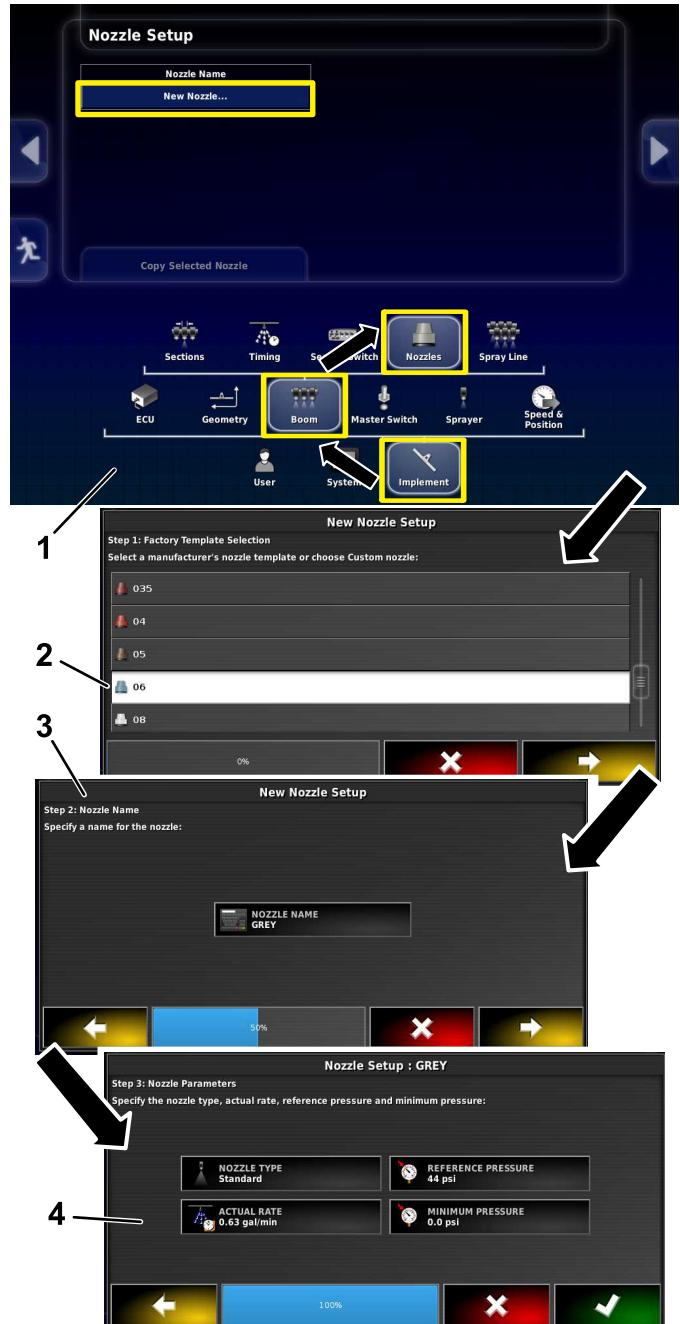

Bild 6
5. Tippen Sie auf das Symbol NOZZLE NAME (Bild 6).